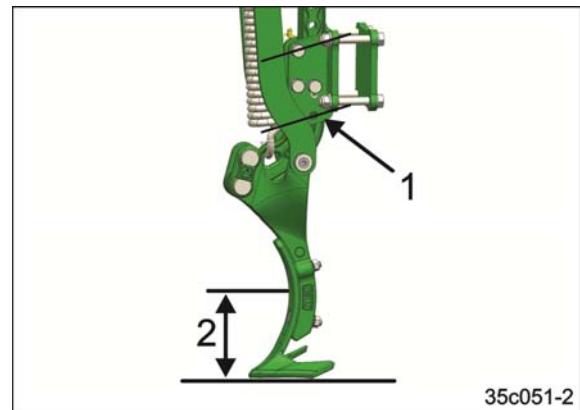

Fig. 124
- Den maksimale arbeidsdybden er 150 mm (Fig. 124/2).
Hvis det gjennom økende slitasje av verktøytennene på jordbearbeidingsmaskinen fører til at den maksimale arbeidsdybden til traktorsporfreserne overskrides (Fig. 124/2), må mottaket til traktorsporfreserne (Fig. 124/1) monteres i en høyere posisjon